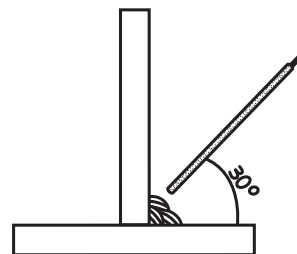

Figura 12
**c.** Deposite el tercer cordón inclinando el electrodo conforme a la figura 12.